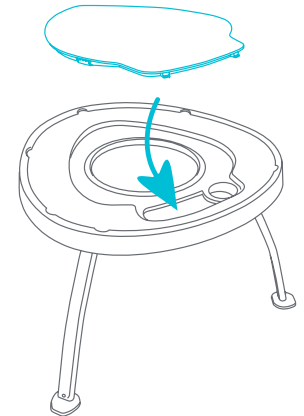

Fig. 4a
- Alinee la plataforma con la abertura del centro, primero empuje las 2 lengüetas hacia el frente y luego presione con fuerza (Fig. 4a).